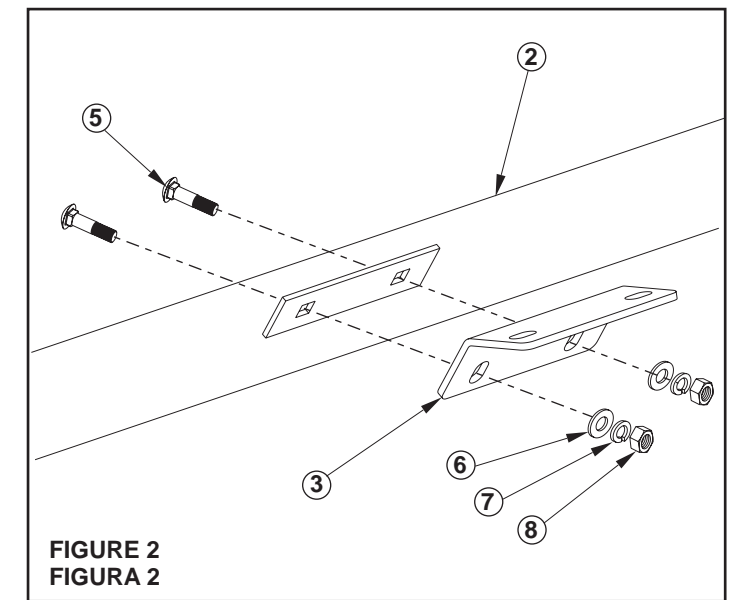

FIGURE 2 FIGURA 2
- STEP 4. Bolt mounting brackets to sport tube using carriage bolts (See Figure 2)
- ÉTAPE 4. Boulonnez les supports de montage au tube sport à l'aide des boulons de carrosserie (voir figure 2).